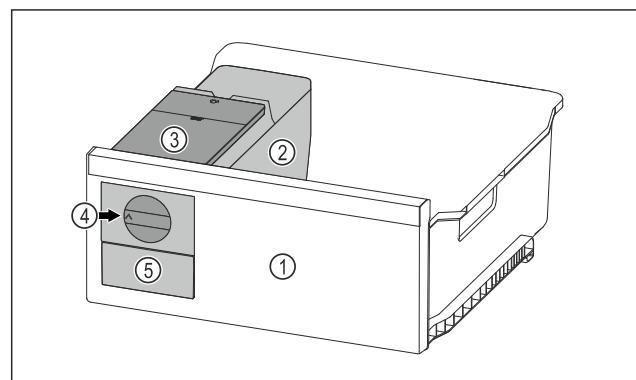

Fig. 163 Beispielhafte Darstellung
- Drehknopf Fig. 163 (4) im Uhrzeigersinn bis zum Anschlag drehen.
- Eiszylinder fallen aus der Eiszylinder-Schale in das Eiszylinder-Schubfach Fig. 163 (5).